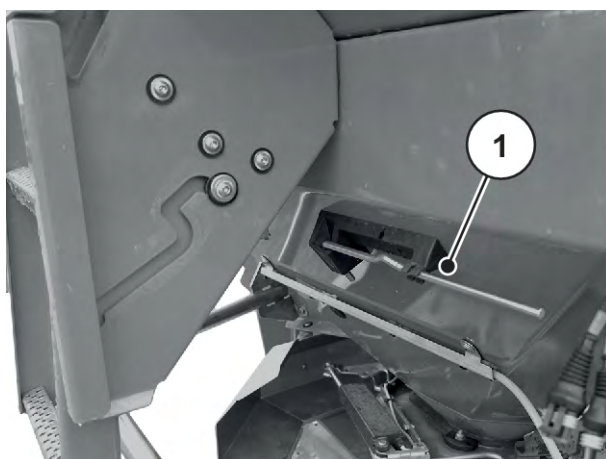

Fig. 27: Inställningsspakens läge AXIS xx.2
- ▶ Lägg återigen inställningsspaken i den därför avsedda hållaren. Se Fig. 27 *Inställningsspakens läge AXIS xx.2*